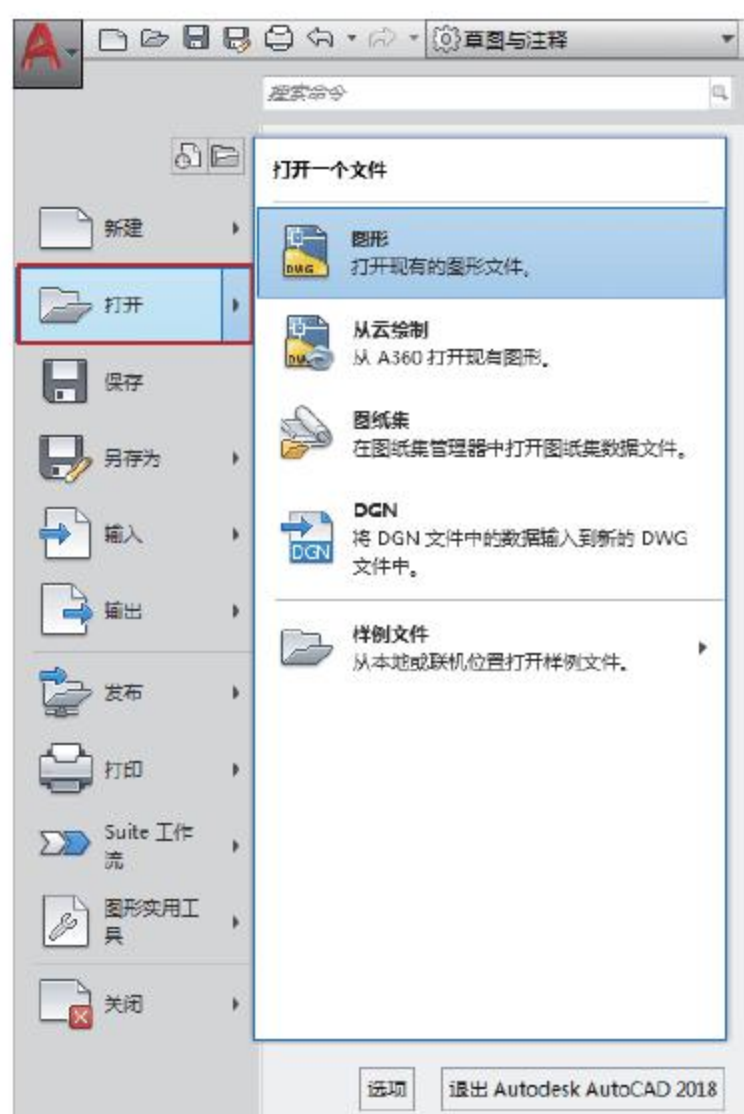

图2-135 选择选项
- 应用程序:单击应用程序按钮,在弹出的下拉列表中选择【打开】选项,如图2-135所示。